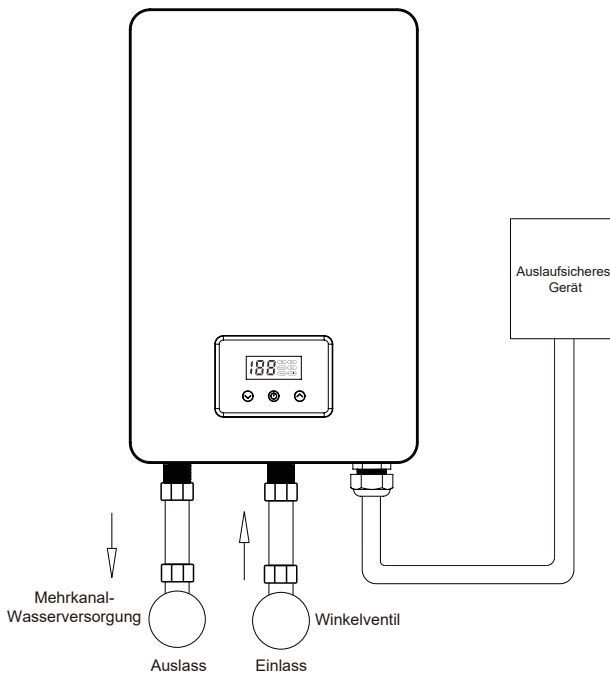

Figur 6
- 4.3. Leitungsanschluss des Durchlauferhizers: Öffnen Sie die Außenschale des Durchlauferhizers, verbinden Sie nacheinander die Enden von Feuerdraht 1, Feuerdraht 2 und Feuerdraht 3 mit den Verdrahtungslöchern des Durchlauferhizer-Anschlusscodes: L1, L2, L3, und verbinden Sie dann den Erdungsdraht mit dem Erdungsdraht-Verdrahtungsloch der Anschlussäule (siehe Figur 6).